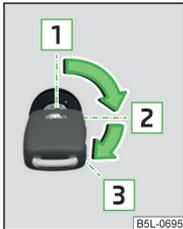

Abb. 91
Positionen des Fahrzeugschlüssels im Zündschloss » Abb. 91
- > Den Schlüssel in die Position  » Abb. 91 auf Seite 103 drehen.